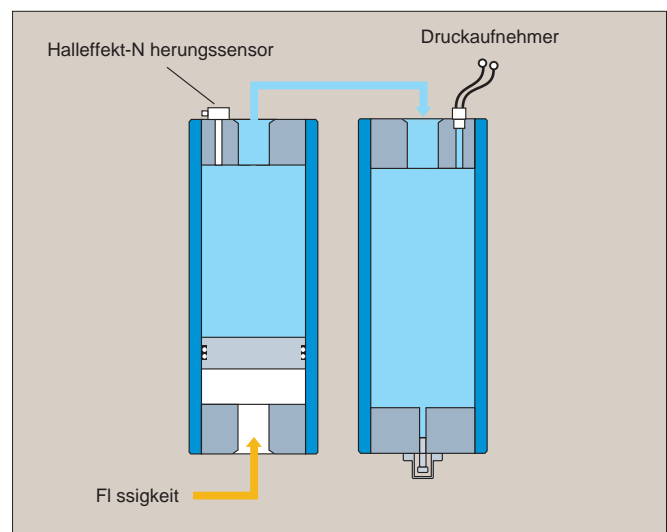

Abb. 14c Der Halleffekt-Näherungssensor registriert die Nähe des Kolbens zur Abschlußkappe
- Bei Anwendungen, in denen ein Speicher an eine Gasflasche angeschlossen ist, kann ein Halleffekt-Näherungssensor in der Kappe auf der Gasseite des Speichers eingebaut werden (Abb. 14c). Dieser ermittelt, wann der Kolben 1 mm weit in die Kappe gelangt ist. Wenn der Fülldruck abfällt, gibt das System eine Warnung ab, und es müssen Abhilfemaßnahmen durchgeführt werden.